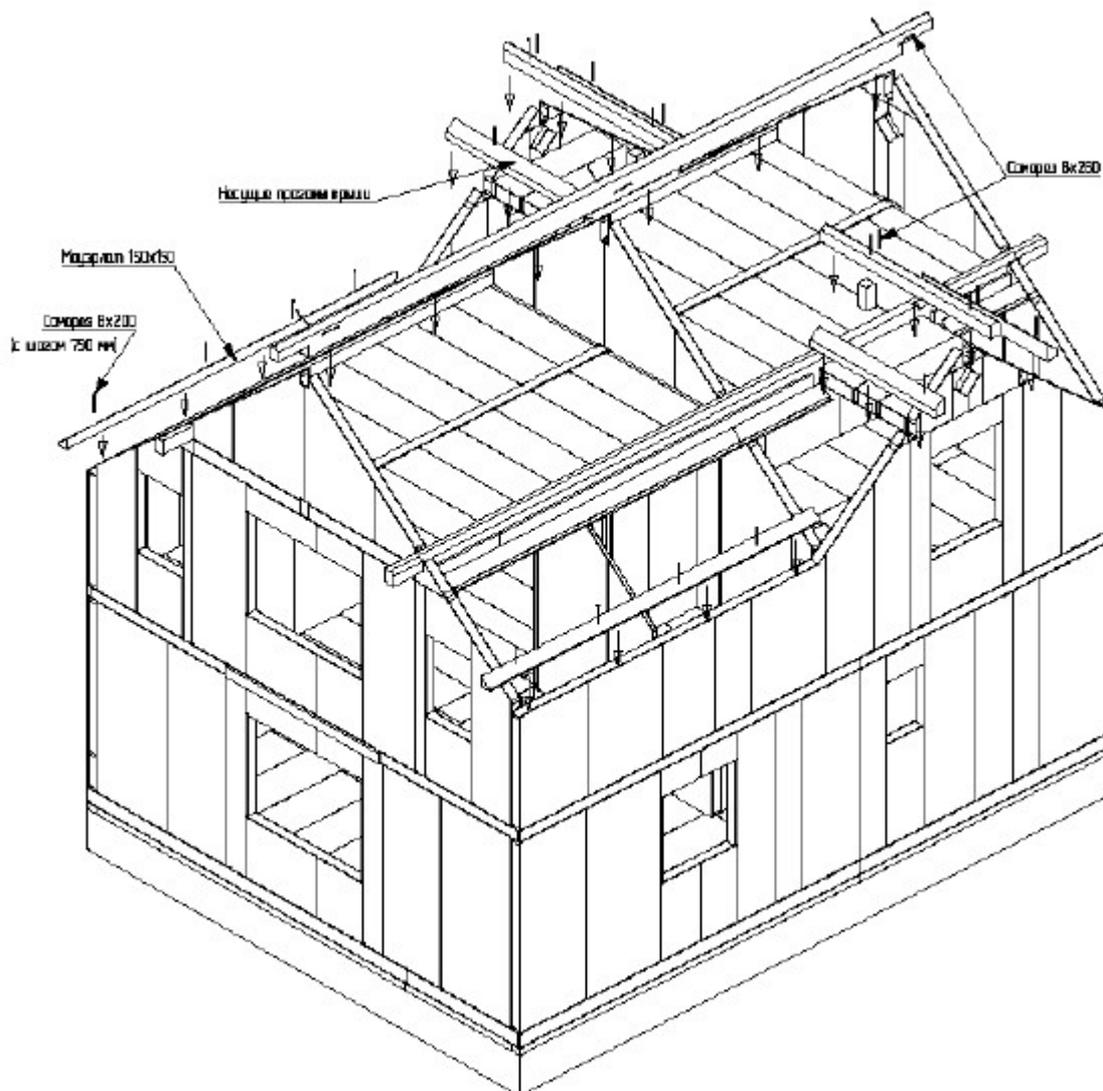

Рис. 17: Установка прогонов крыши.
16. После сборки всех стен дома и всех перекрытий, следует приступить к сборке крыши. В первую очередь внимательно изучаются схемы монтажа крыши и планы раскладки панелей крыши. Сборка крыши начинается с установки несущих силовых конструкций крыши: мауэрлатов и прогонов, в т.ч. конькового (Рис. 17). В общем случае все силовые элементы опираются на несущие стены и стойки, и передают на них нагрузку от покрытия. Прогон достаточно просто зафиксировать саморезами 8x280 по 2 шт. на одно место опирания. Если устройство крепления силового элемента будет иным, то для этого случая должен быть разработан специальный узел.